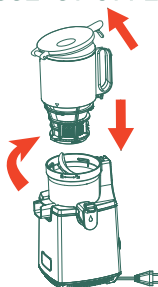

Abb. 3
3. Positionieren Sie den Trichter auf der Schüssel, sodass der „▲“ mit dem „“ ausgerichtet ist, und drehen Sie ihn im Uhrzeigersinn, bis er mit dem Sicherheitsverschluss einrastet. Bitte stellen Sie sicher, dass der Pfeil „▲“ auf dem Trichter mit der Schlossgrafik „“ auf der Pressschüssel ausgerichtet ist. (Abb. 3)